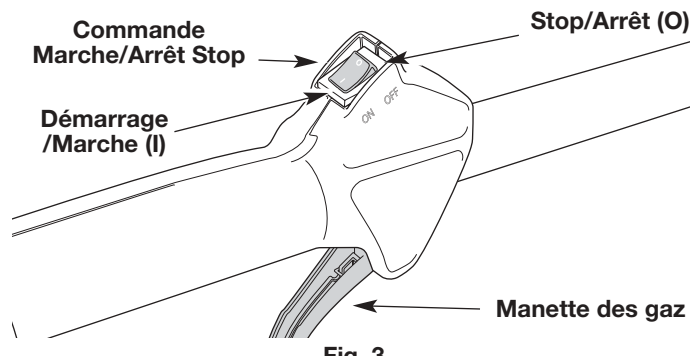
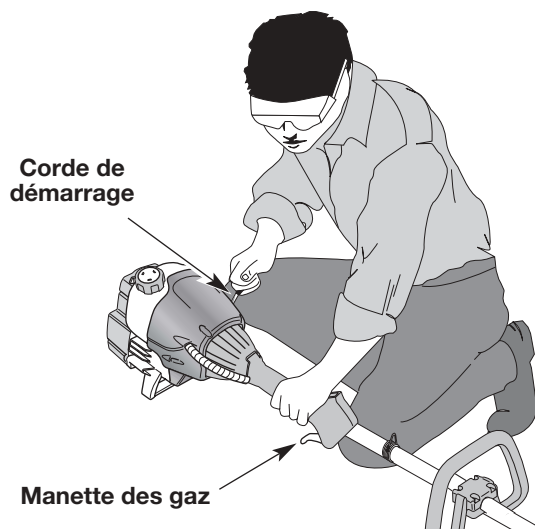

Fig. 3
Fig. 5
2. Mettez la commande Marche/Arrêt Stop en position **MARCHE (I)** (Fig. 3).
5. L'appareil étant prêt à démarrer (Fig. 5), **N'APPUYEZ PAS SUR LA MANETTE DES GAZ** et tirez brusquement sur la corde de démarrage 5 fois de suite, le levier EZ-Start^{MC} étant tourné vers la gauche. Si le moteur essaie de démarrer avant le cinquième tir, passez à l'étape 7.
REMARQUE : si le moteur se noie pendant le démarrage, Figure 18. Appuyez sur la manette des gaz (Fig. 3). Tirez rapidement sur la corde de démarrage. Le moteur devrait démarrer après 3 à 8 coups.
REMARQUE : si le moteur cale pendant que vous appuyez sur la détente, continuez d'appuyer sur celle-ci et tirez sur la corde de démarrage jusqu'à ce que la désherbeuse démarre (Fig. 5).
REMARQUE : il n'est pas nécessaire d'utiliser l'étrangleur pour démarrer un moteur chaud. Mettez la commande Marche/Arrêt Stop en position **MARCHE** (Fig. 3), puis appuyez sur la manette des gaz et tirez rapidement sur la corde de démarrage (Fig. 5).
1. Relâchez la manette des gaz (Fig. 5). Laissez le moteur refroidir au ralenti.
2. Mettez la commande Marche/Arrêt Stop en position **ARRÊT (O)** (Fig. 3).